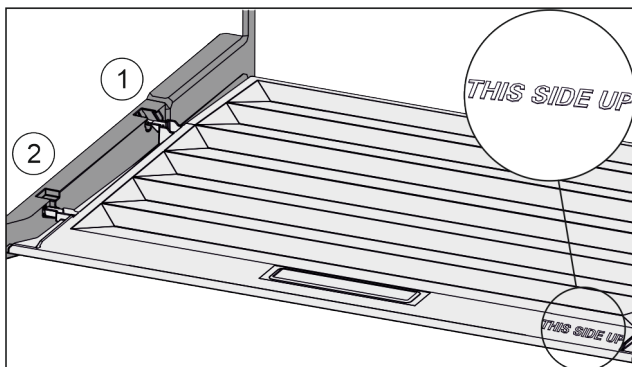

Fig. 109
- Introduire les rainures du couvercle par l'orifice du support arrière Fig. 109 (1) et les enclencher à l'avant dans le support Fig. 109 (2).